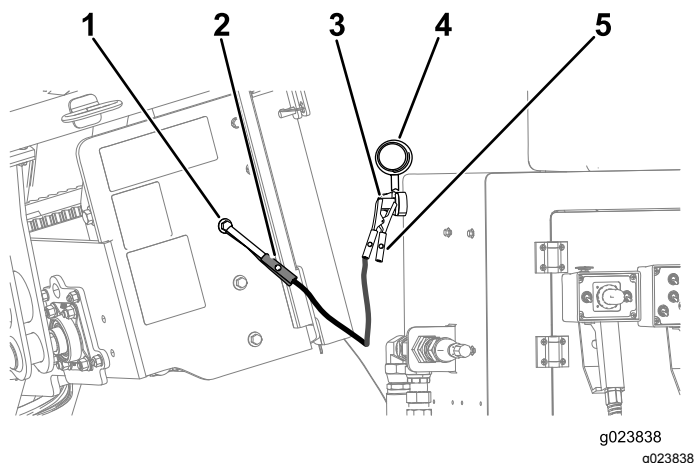

Bild 101
6. Nehmen Sie die Abdeckung vom Starthilfepol ab (Bild 101).
7. Schließen Sie das positive Starthilfekabel (+) am Starthilfekabel an (Bild 101).
8. Schließen Sie das negative Starthilfekabel (-) an die Erdung an, wie eine unlackierte Schraube oder einen Rahmenträger (Bild 101).
10. Wenn der Motor anspringt, muss die zweite Person das negative Starthilfekabel (-) vom Rahmen und dann das positive Starthilfekabel (+) trennen (Bild 101).